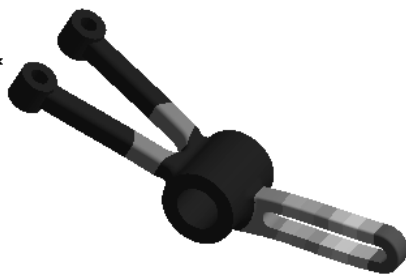

图 7.7.9 位移变形结果图解
(3) 查看位移变形结果图解。在“Outline”窗口中选中 **Total Deformation**,查看图 7.7.9 所示的位移变形结果,其最大位移为 0.35837mm。